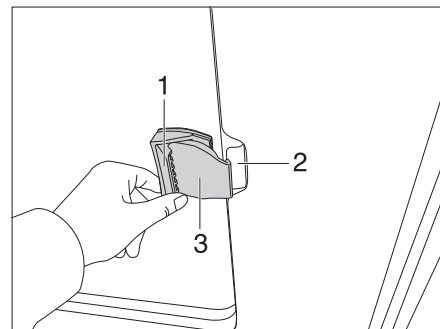

Fig. 64 Ventana corredera sin bloqueo
- Tirar de la trampa de tirador (Fig. 64,1) empujando o tirando del tirador al mismo tiempo hacia delante.